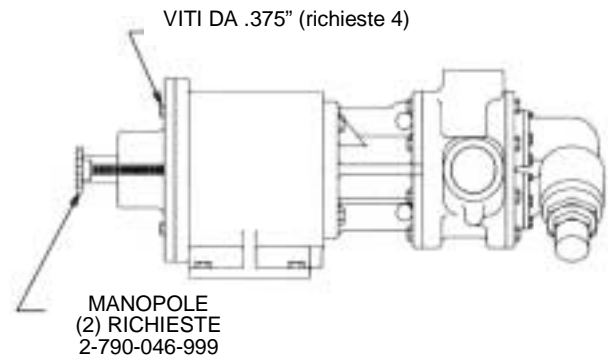

FIGURA 7
1. Se l'unità ha un accoppiamento spaziatore, il supporto dell'accoppiamento può rimanere imbullonato alla base. Senza lo spaziatore, sarà necessario rimuovere il riduttore o sbullonare l'accoppiamento. Rimuovere le tubazioni, fornire un minimo di 4" di gioco oltre la fine dell'albero dell'accoppiamento. Inserire (2) manopole U.N.C. a mano da .5" che hanno un minimo di 4.5" di filettatura nei due fori filettati nelle posizioni ore 9 e ore 3:00 sul retro dell'alloggiamento del cuscinetto. Rimuovere i (4) bulloni da 0.375". Vedere Figura 7.